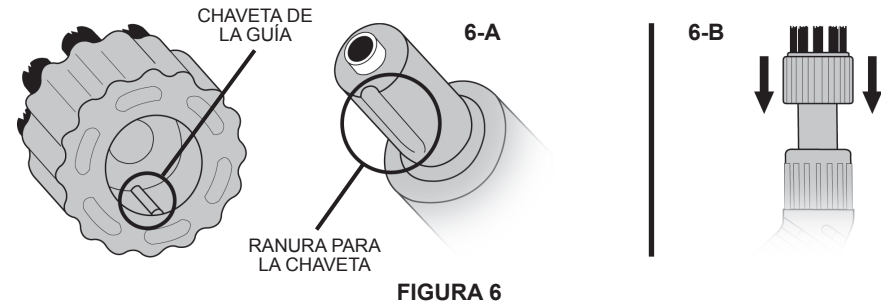

FIGURA 6
**NOTA:** El Cepillo Secundario de Nylon y el Cepillo Secundario de metal se conectan de la misma manera. El cepillo secundario de nylon se ilustra en la FIGURA 6 como ejemplo.
1. Alinee el Cepillo Secundario seleccionado con la Boquilla de Chorro. La llave guía del interior del Cepillo Secundario debe alinearse con la ranura de llave de la punta de la Boquilla de Chorro (FIGURA 6-A).
2. Presione firmemente el Cepillo Secundario hacia la Boquilla de Chorro (FIGURA 6-B).